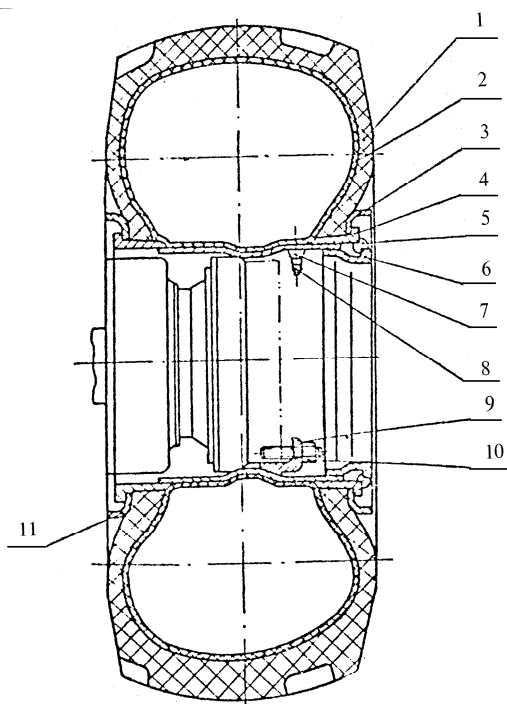

Рис. 63 Колесо
- а) отвернуть колпачок вентиля воздушного 7 (рис. 63);